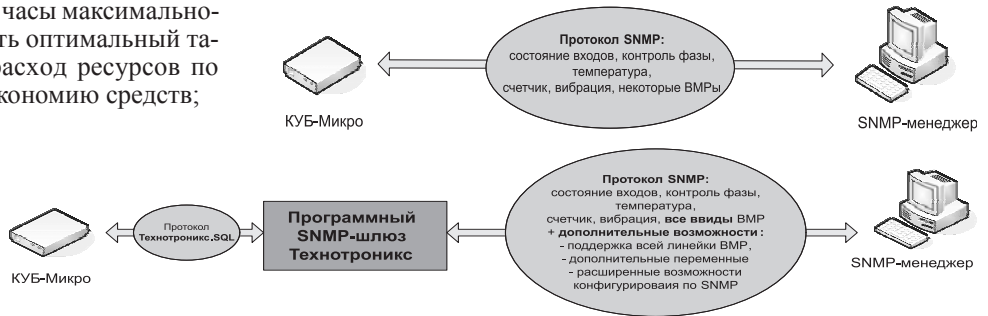

Рис. 3. Преимущества использования программного SNMP-шлюза перед SNMP на уровне оборудования.
- SNMP-агента для конвертации собранных данных в любое программное обеспечение на базе SNMP (рис. 3),